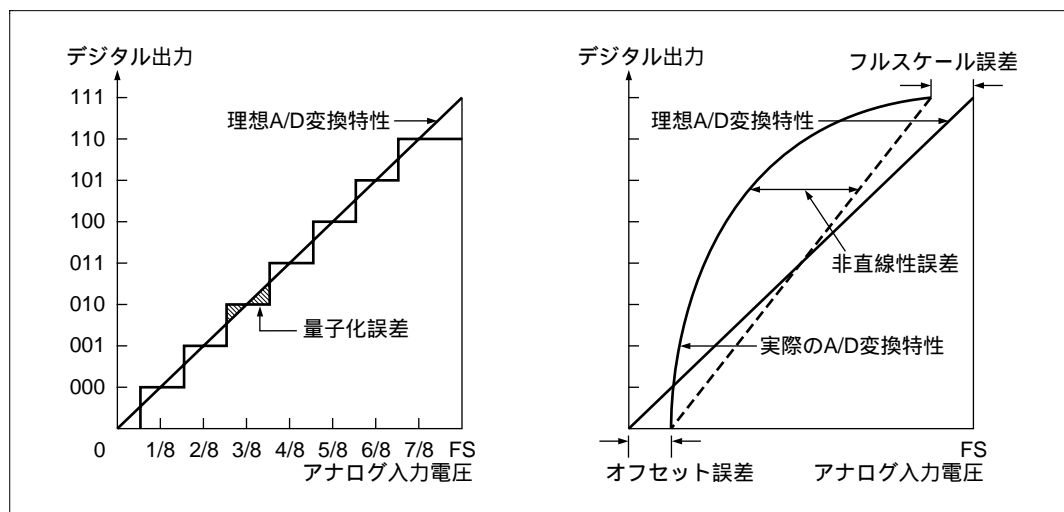

図 16.9 A/D 変換精度の定義
- ・ オフセット誤差 …… デジタル出力が最小電圧値 0000000000 から 0000000001 に変化するときのアナログ入力電圧値の理想 A/D 変換特性からの偏差。ただし、量子化誤差を含まない (図 16.9)。
- ・ フルスケール誤差 …… デジタル出力が 1111111110 から 1111111111 に変化するときのアナログ入力電圧値の理想 A/D 変換特性からの偏差。ただし、量子化誤差を含まない (図 16.9)。
- ・ 量子化誤差 …………… A/D 変換器が本質的に有する誤差であり、 $1/2\text{LSB}$ で与えられる (図 16.9)。